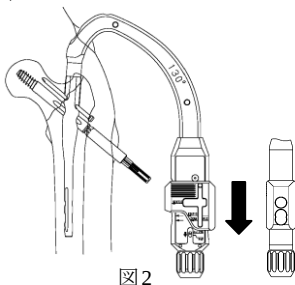

図2
- 2) ディスタルスクリュー用スリーブを使用する際は、セクタガイドを遠位側へ移動させ (ストッパーで止まる位置まで)、ターゲットデバイスのスリーブ穴と合致させます。 (図2)